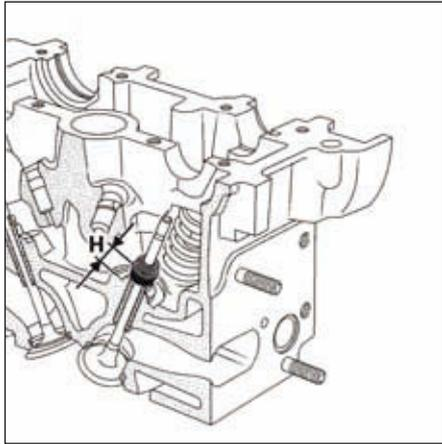

FIG.27
- (H) du joint par rapport à la culasse à l'aide de l'outil [3] (Fig.27),